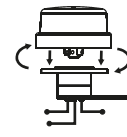

Figura 6
- 6) No modelo com conector (RFE- 161), o relé deve ser pressionado e girado no sentido horário, conforme ilustra a Figura 6.